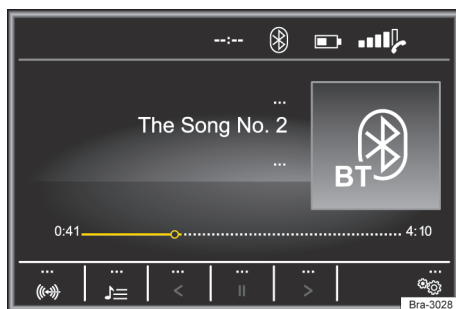
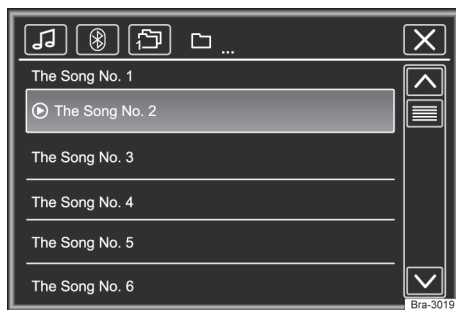

Fig. 132 Menú principal de medios.
Fig. 133 Operación de la radio: lista de estaciones.
- Presionar la tecla **MEDIA** para abrir el menú principal **MEDIA** → fig. 132.
Las fuentes de medios que se reproducen actualmente se exhiben en el botón de función en la parte inferior izquierda → fig. 132.
Leyenda para → fig. 132 y → fig. 133: